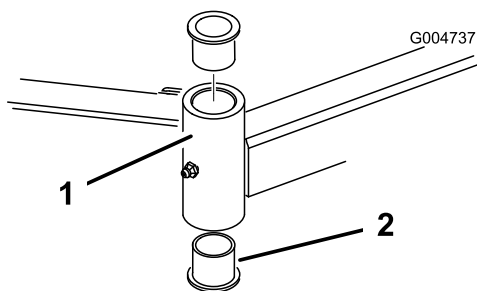

Figura 84
4. Inserte un botador fino en la parte superior o inferior del tubo de montaje y dé golpes hasta retirar el casquillo del tubo (Figura 84). Retire también el otro casquillo del tubo. Limpie el interior de los tubos para eliminar toda suciedad.